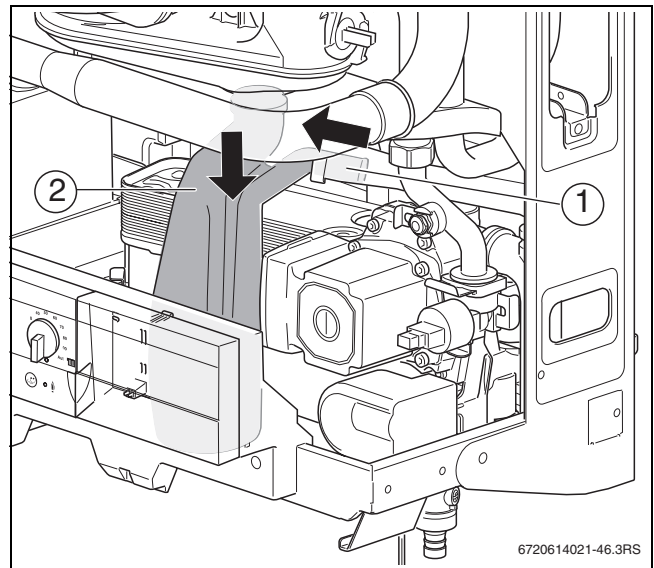

Bild 66 Siphon reinigen
- Siphon entfernen (→ Bild 66, Seite 56).